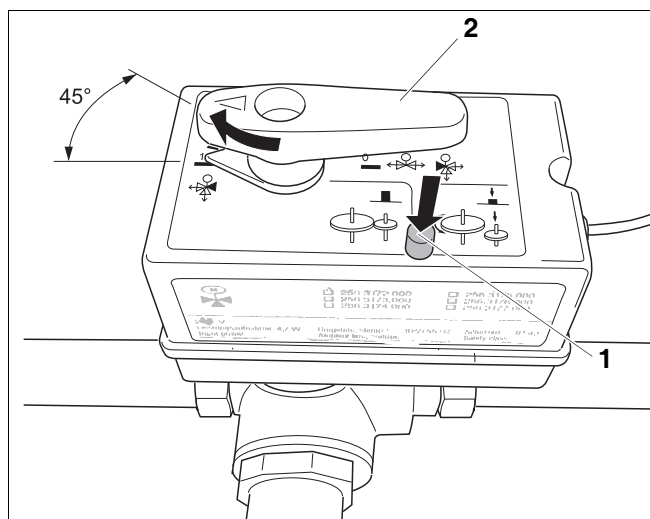

Fig. 53 Driewegklep in de middenstand zetten
- Indien een warmwatervoorziening aanwezig is, haal dan de driewegklep uit de middenstand (→ fig. 53).